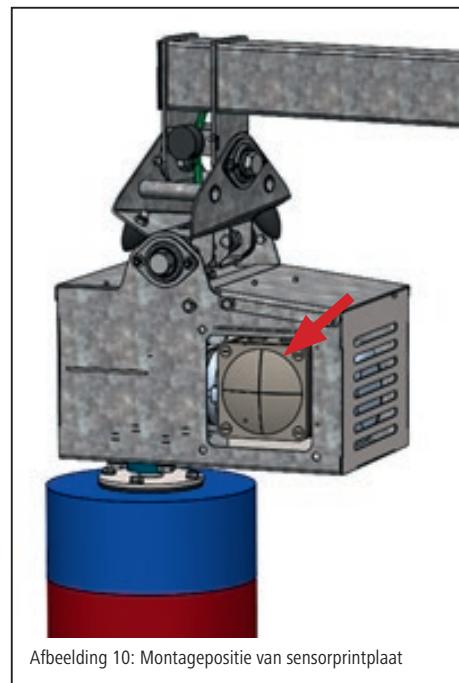

Afbeelding 8: Aansluitschema van printplaat met condensator - MaxiSwing
De cyclustijd is af fabriek ingesteld op 60 seconden. Indien nodig kan deze met behulp van het dip-switch-element op de printplaat (afb. 8 – pos. 1) op een waarde tussen 10 en 300 seconden worden ingesteld. De cyclustijd mag alleen na ruggespraak met de klantenservice van Kerbl opnieuw worden ingesteld.
Zekering 6, 3 A (afb. 8; pos 3+4) op de printplaat doorgebrand of losgeraakt.	<ul style="list-style-type: none"> Besturing van het lichtnet loskoppelen en tegen opnieuw inschakelen beveiligen. Controleren of de zekeringen stevig vastzitten. Defecte zekeringen vervangen. (Afb. 8 – pos. 3+4) Wanneer bij de herstart na het vervangen van de zekeringen geen weergave op het display verschijnt, is de hoofdprintplaat defect.